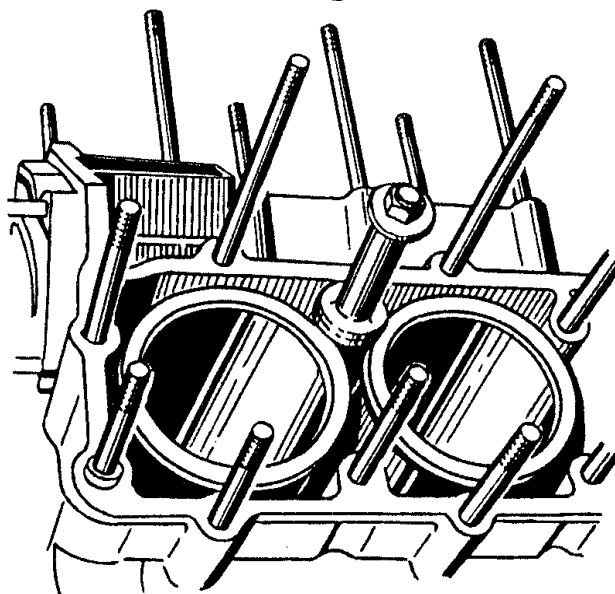

Рис.52. Закрепление гильз втулками - зажимами
31. При необходимости, вынуть гильзы цилиндров с прокладками. В противном случае, закрепить втулками-зажимами гильзы цилиндров в блоке цилиндров для предохранения их от выпадения (рис.52).